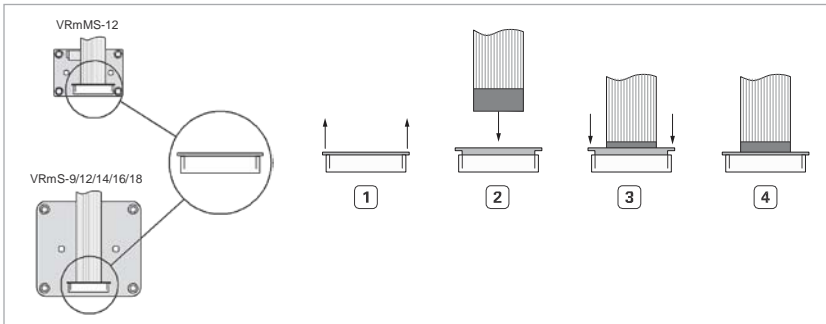

図11: センサーボードへのフレックスfoilケーブルの接続: 接点は見えませんが青いマーカーは見えます。
1. センサーボードのコネクタのロックを引き抜きます (→32ページの図11)。